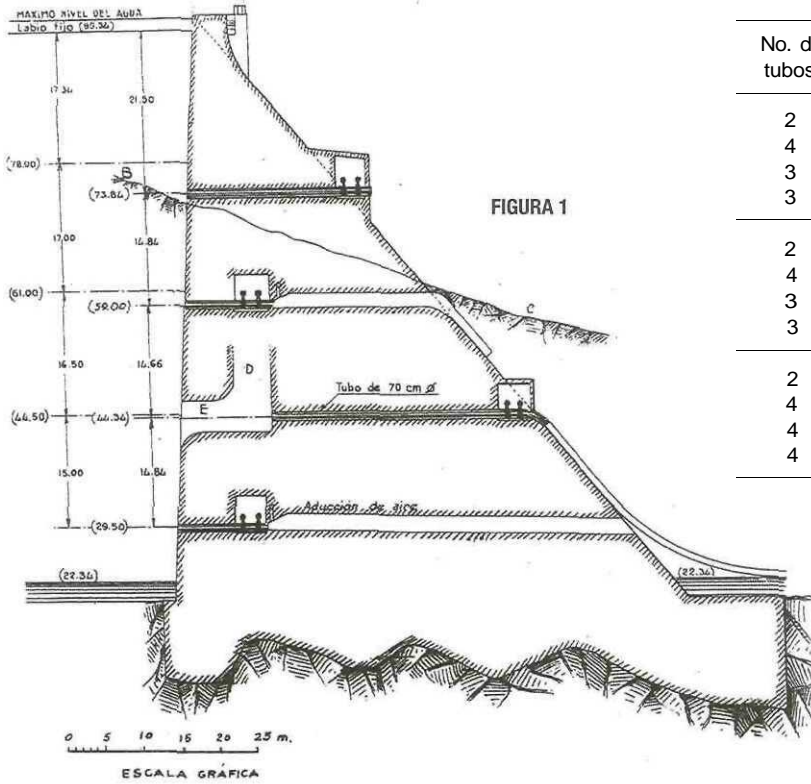
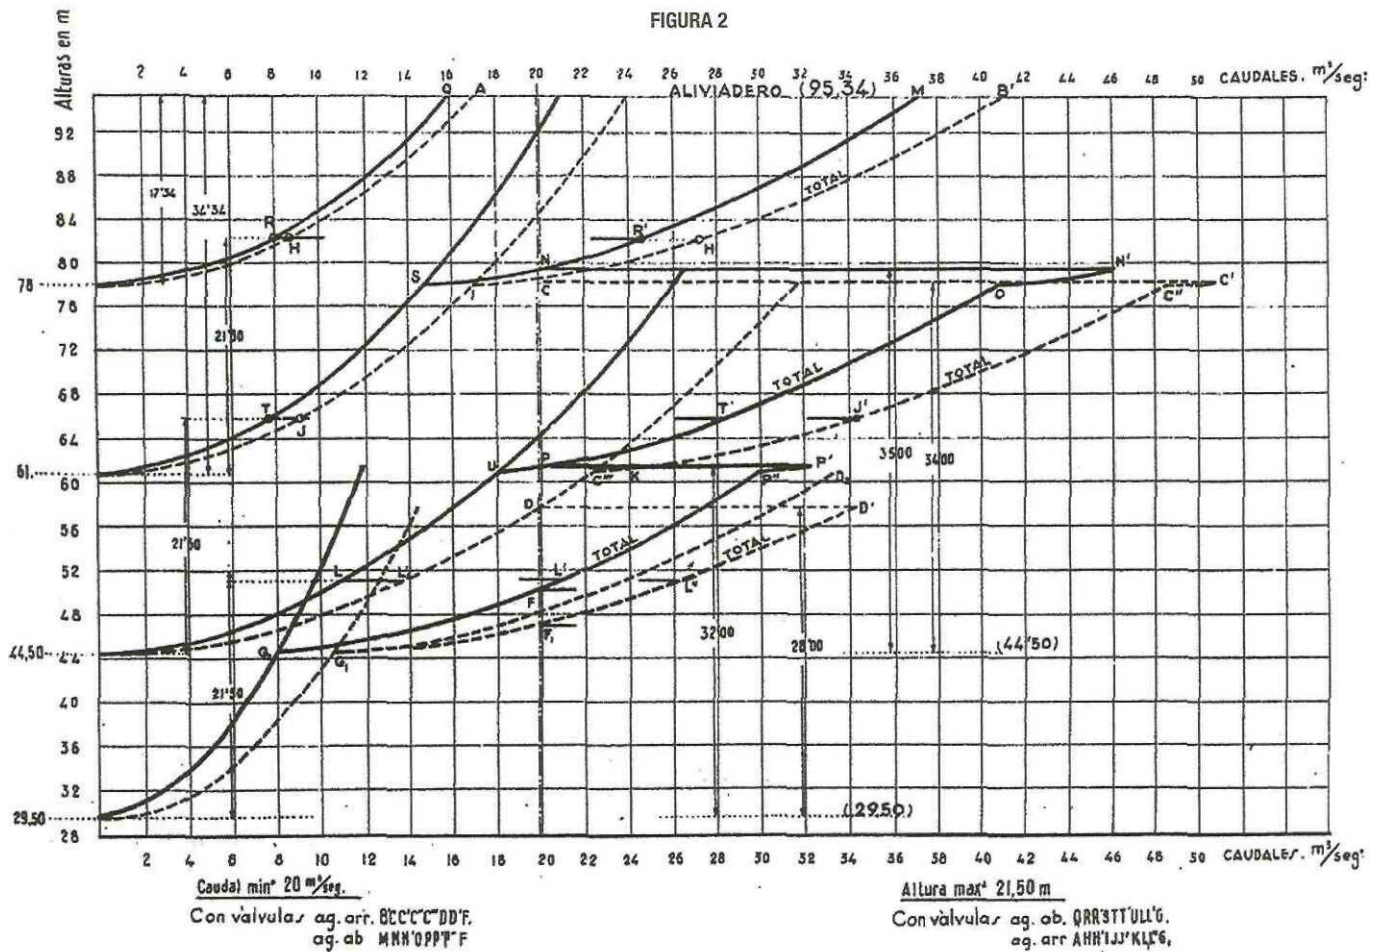

FIGURA 1
FIGURA 2
La figura 1 es una sección de la presa del Pantano de la Fuensanta sobre la cual se han dibujado distintas disposiciones cuya comparación vamos a hacer, para mejor comprensión.
en la primera se colocan según se indica en la figura 1 para la cota (73,84); en la segunda, o sea la interior, como se indica en la misma figura para la cota (59), y en la disposición llamada proyecto, como se indica para la cota (44,34).
Además en el caso del Pantano de la Fuensanta, el perfil del terreno en las laderas baja de aguas arriba hacia aguas abajo, según indica la línea BC (figura 1), lo que da lugar a que la salida de los tubos quede a una altura
**FIGURA 1 (abajo).** Vista panorámica de superficie de ocupación de una salina en Guerrero Negro, BCS. **FIGURA 2 (derecha superior).** Comparación de obras de comunicación similares sobre lagunas salobres. El primero, un puente sobre pilotes permite la continuidad de corrientes marinas mientras que el segundo, siendo un terraplén las altera hasta anularlas. (South Padre Island, TX, EE.UU. Vs Isla Huiyulai en Sonora, México). **FIGURA 3 (derecha inferior).** Vista aérea de la frontera sur del estado de Campeche y la zona del Peten en Guatemala. La evidente afectación ambiental traducida en erosión de suelos en el suelo mexicano.
**EL TEMA** - el medio ambiente - se incluyó desde 1988 dentro de la Ley General del Equilibrio Ecológico y la Protección al Ambiente, el tema de impacto ambiental y su reglamento (que sufrió modificación a partir de mayo del 2000), establece las generalidades de regular la afectación directa al medio ambiente que va desde la preparación de sitio (desmontes), construcción, operación, e incluso abandono; aplicable principalmente a edificaciones y actividades industriales diversas, de infraestructura como carreteras o presas, plazas comerciales, desarrollos turísticos, instalaciones de explotación minera, fraccionamientos y edificios habitacionales, sólo por mencionar algunos (Ver figura 1).
El Manifiesto de Impacto Ambiental establece en un formato la investigación documental y de campo realizada con respecto al sitio de trabajo, los hallazgos en cuanto a flora y fauna existente y las condiciones originales del predio a evaluar. También establece los diferentes escenarios de afectación por la actividad deseada y reporta las técnicas utilizadas para su evaluación, logrando con esto las suficientes recomendaciones y medidas de mitigación de impacto, lo que redundará en la minimización del impacto ambiental (Ver figura 2). No hay que perder de vista que un estudio de impacto ambiental, de acuerdo a las metodologías que actualmente se siguen, tienen un carácter cualitativo, es decir, las evaluaciones son con base a la apreciación de los diferentes